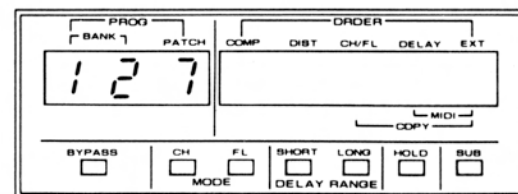

図4-11
- ◇ ENTERキー [30] を押します。(図 4-11)